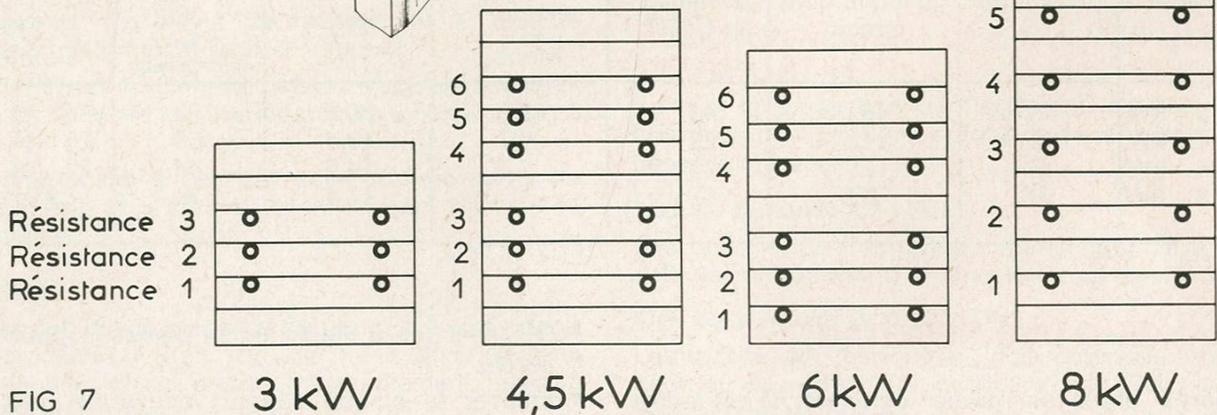

FIG 7
- Respecter l'empilage de réfractaires et de résistances comme sur fig. 7 ci-dessous.